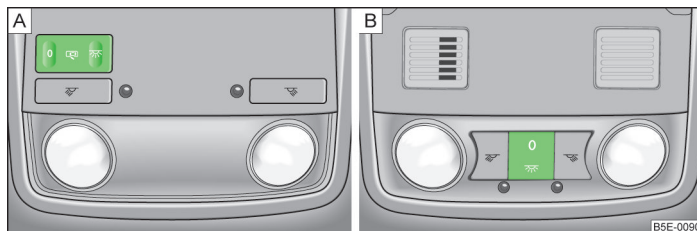

Abb. 34 Innenleuchte vorn
- Die Taste im Bereich des Symbols  $\gg\ll$  » Abb. 34 drücken.
- Die Taste im Bereich des Symbols **O** » Abb. 34 drücken.
Bei Fahrzeugen ohne Innenraumüberwachung ist die Mittelstellung mit dem Symbol  » Abb. 34 - **A** gekennzeichnet.